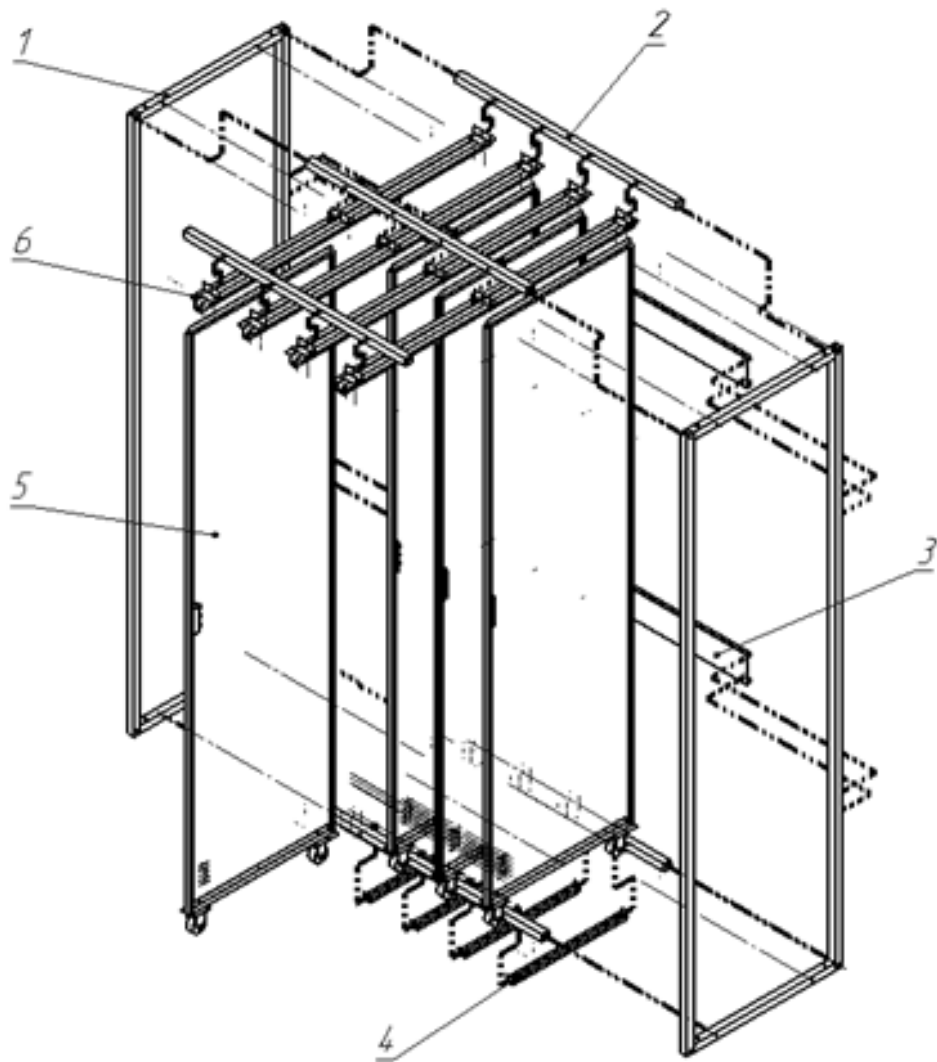

Рис. 1. Схема сборки инструментального стенда
- 3.2. Проверьте комплектность поставки (номера позиций на рис. 1 соответствуют позициям в списке комплектующих).